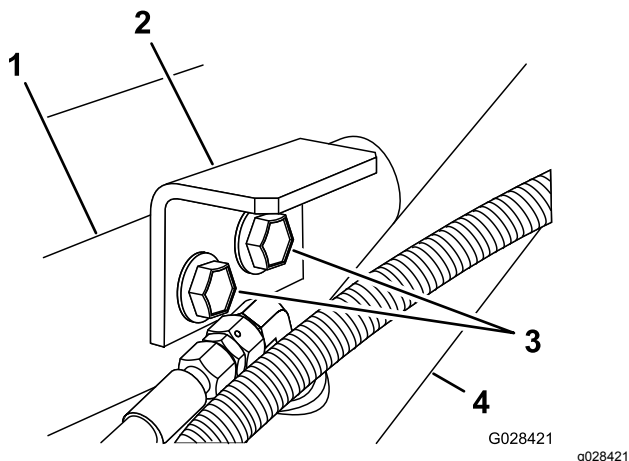

Figure 9
- Fixez les pattes de maintien au support et au cadre au moyen des 2 boulons à embase et écrous à embase que vous avez retirés à l'opération 1 (Figure 9).